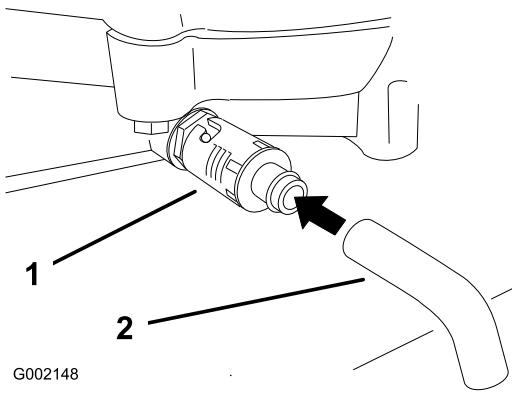

Figura 22
4. Collocate una bacinella sotto lo spugno. Girate la valvola di spugno dell'olio per lasciare defluire l'olio (Figura 22).